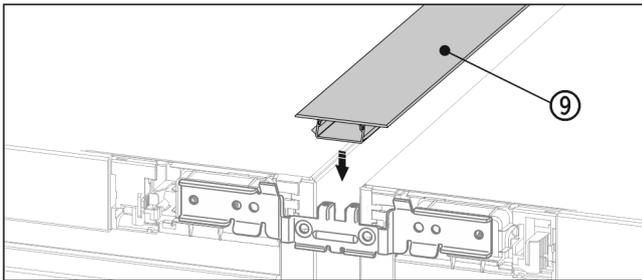

Fig. 20
- ▶ Sur le côté supérieur, pousser la baguette *Fig. 20 (9)* courte dans la fente horizontale.